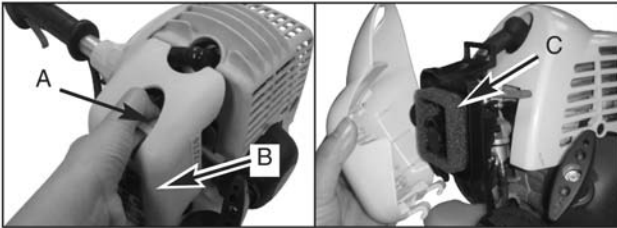

Рис. 9
1. Нажмите на язычок на крышке воздушного фильтра (А), удалите крышку (В) и выньте фильтр (С) (Рис. 9)